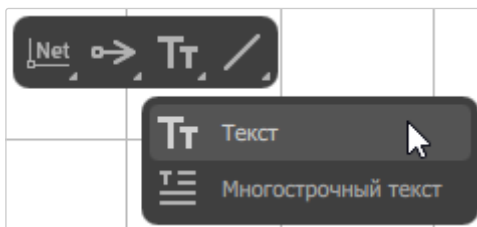

Рисунок 63. Инструменты «Текст» и «Многострочный текст» на панели инструментов
- 2) В раскрывшемся списке выбрать инструмент «Текст» или «Многострочный текст» (см. рисунок 63).